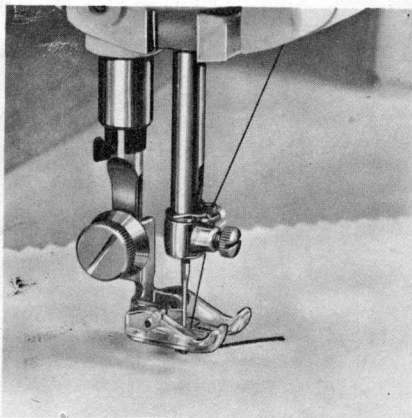

FIG 77
- 4/C-37 Soulever le pied-presseur et faire faire au travail un 1/2 tour autour de l'aiguille (fig. 77).